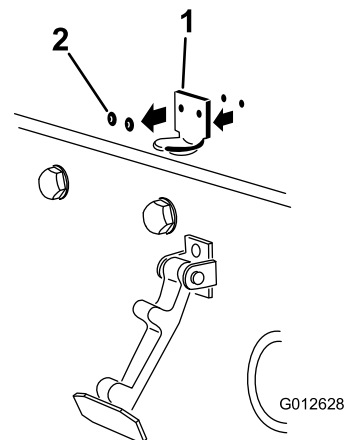

Figura 17
2. Retire os rebites (2) que prendem o suporte do trinco ao capot (Figura 17). Retire o suporte do trinco do capot.